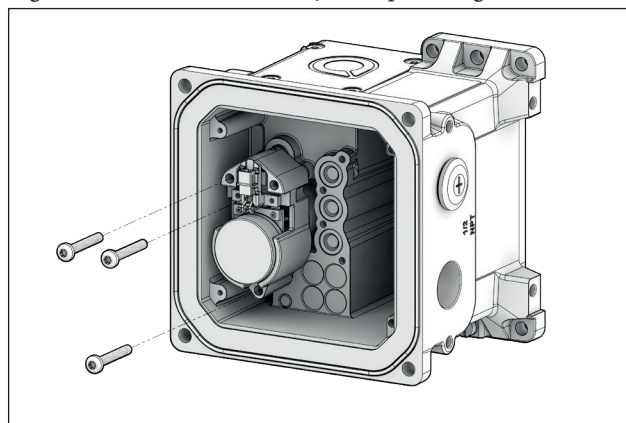

Fig. 75. Localização do pré-estágio NDX_511_ e NDX_512_.
- sob a tampa principal e o módulo LUI (Fig. 75)